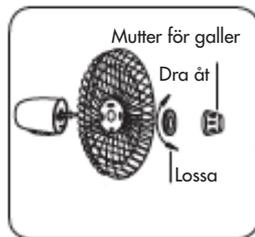

Fig. 1
1. Ta ut fläktmuttern och muttern för galler genom att vrida fläktmuttern medurs och gallermuttern moturs. Sätt det bakre gallret i rätt läge (handtaget uppåt) och skruva på muttern för galler tills den sitter fast. (Fig. 1)